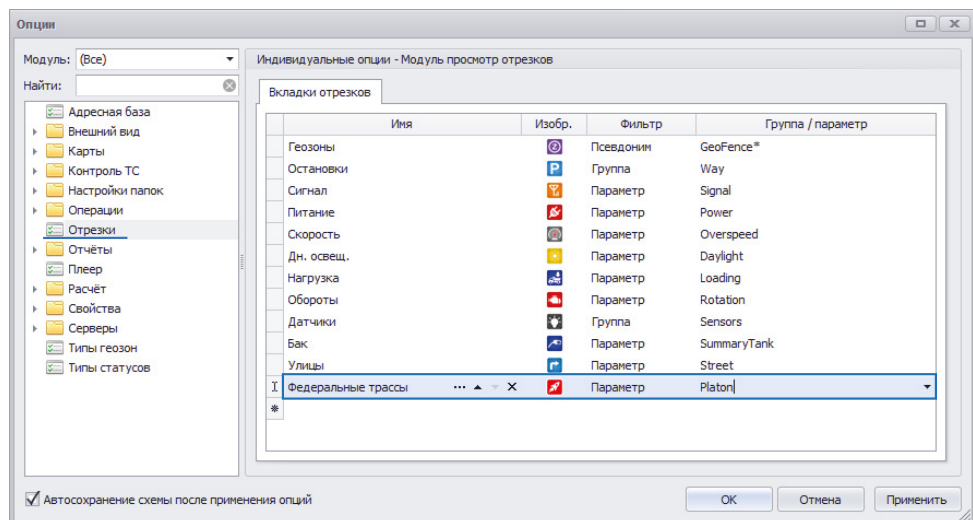

Рис.223. Создание отчета по пройденным трассам в Модуле просмотра отрезков.
- в меню «Опции» перейти в раздел настроек «Отрезки» (**Рис.223**);
- на вкладке «Вкладки отрезков» добавить в таблицу новую строку со следующими настройками (**Рис.223**):